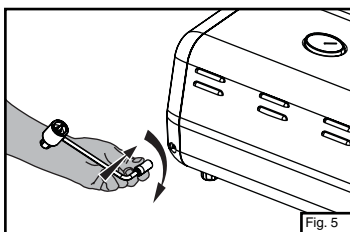

Fig. 5
- Enfoncez et vissez le détendeur dans le four en le serrant à la main. (Fig. 5)